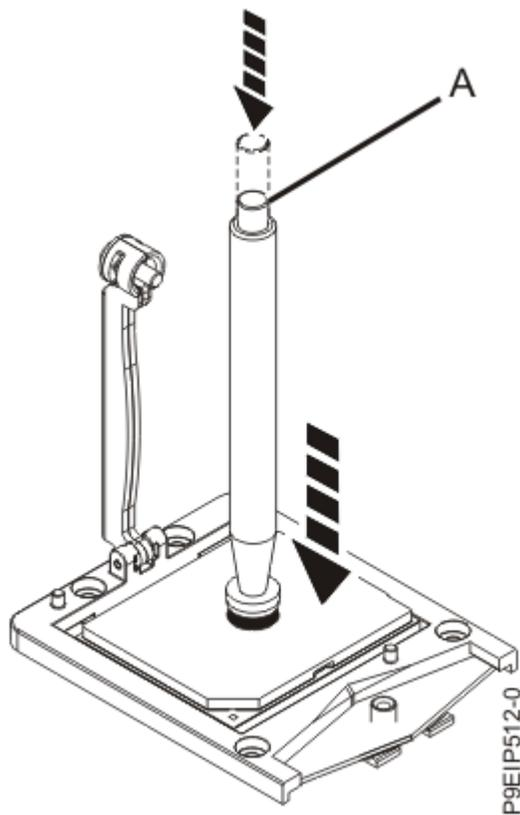

Abbildung 52. Vakuumstift am Systemprozessormodul befestigen
8. Senken Sie den Vakuumstift auf das Systemprozessormodul ab. Drücken Sie das obere Ende des Stiftes ganz herunter (**A**) und halten Sie den Stift im Zentrum des Systemprozessormoduls (siehe Abbildung 52 auf Seite 62). Lassen Sie das obere Ende des Stiftes los, um den Stift am Systemprozessormodul zu befestigen.